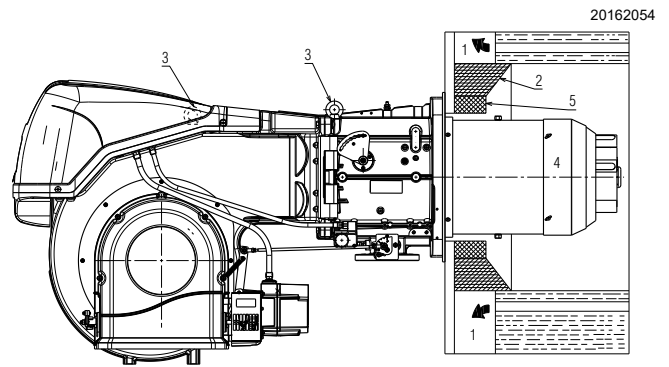

Fig. 13
Para calderas con paso de humos delantero 1)(Fig. 13) o con cámara de inversión de llama, colocar una protección de material refractario 5) entre el refractario de la caldera 2) y el embudo llama 4).
En calderas con frontal refrigerado por agua, no es necesario el revestimiento refractario 2)-5)(Fig. 13), salvo que lo indique expresamente el fabricante de la caldera.
Prepare un sistema adecuado de elevación enganchándolo a los anillos 3)(Fig. 13).
- Introducir la protección térmica suministrada en el tubo llama 4)(Fig. 13).
- Desenganchar el tirante 1)(Fig. 13) de la palanca de movimiento del válvula de mariposa del gas, retirando la tuerca.